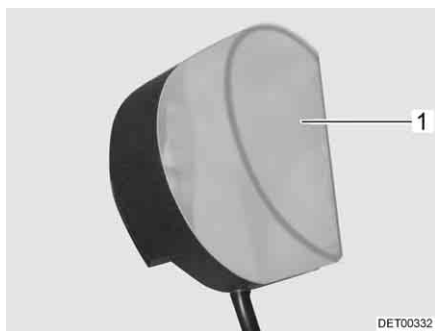

Bild 207 Kleiderschrankleuchte
- Leuchtenabdeckung (Bild 207,1) leicht zusammendrücken und abnehmen.